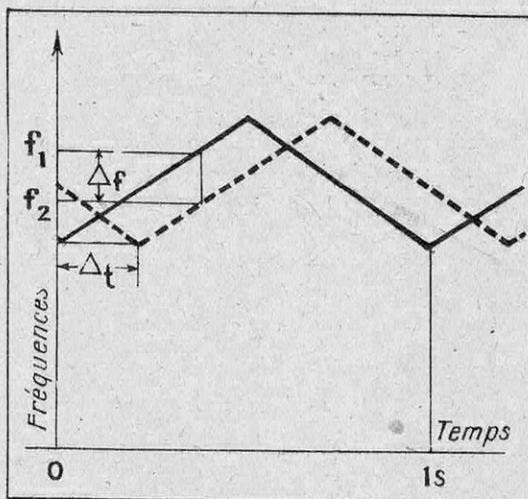

FIG. 14. — LE SONDAGE A MODULATION DE FRÉQUENCE
et à fréquence modulée suivant une fonction linéaire du temps (fig. 14), on provoque des battements par interférence entre les ondes réfléchies par le fond de la mer et les ondes émises par l'émetteur. La fréquence de ces battements est proportionnelle à l'intervalle de temps séparant le moment du départ de l'onde de celui de sa réception. Ce temps étant lui-même directement proportionnel à la profondeur sondée, l'indicateur de profondeur peut être constitué par n'importe quel fréquencemètre à lecture directe (1).
(1) Ce même principe est utilisé en aviation pour la détermination des sondes vraies avec des ondes électromagnétiques courtes.